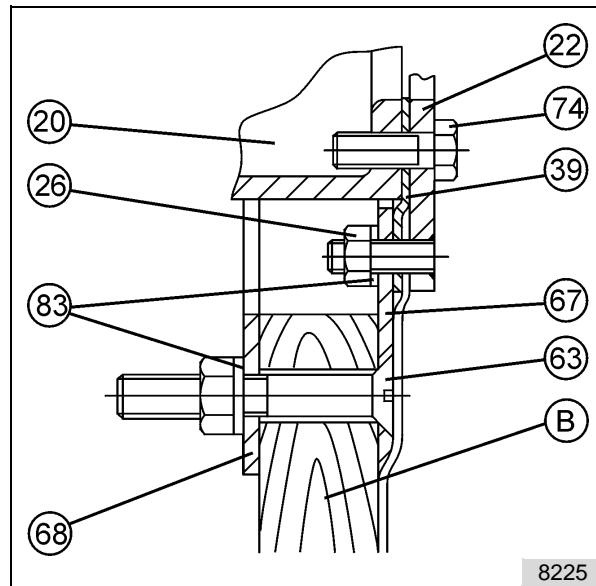

fig. 18: Détail de la Fig. 17
N	Pour le détail, voir Fig. 18
Monter la pièce à sceller (92) sur la bague de serrage (22) avec les vis (74). Voir aussi le détail „N“ sur la Fig.18.